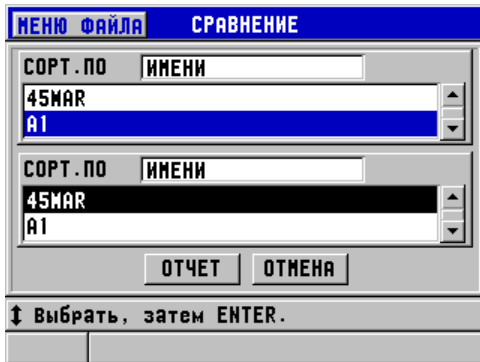

Рис. 6-42 Экран отчета СРАВНЕНИЕ ФАЙЛОВ
5. В окне **СРАВНЕНИЕ ФАЙЛОВ** (см. Рис. 6-42 на стр. 132):